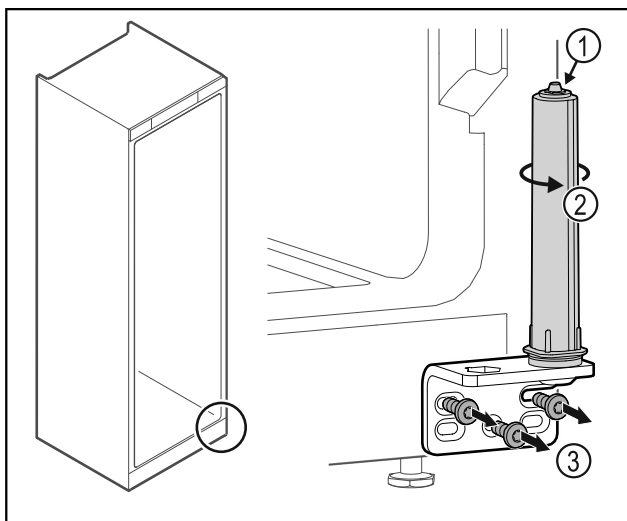

Fig. 29
- ▶ Ne razstavite sistema za zaklepanje vrat Fig. 29 (1).
- ▶ Obračajte zaporni sistem Fig. 29 (2), dokler ne klikne.
- ▶ Odvijte kotnik tečaja vrat Fig. 29 (3).